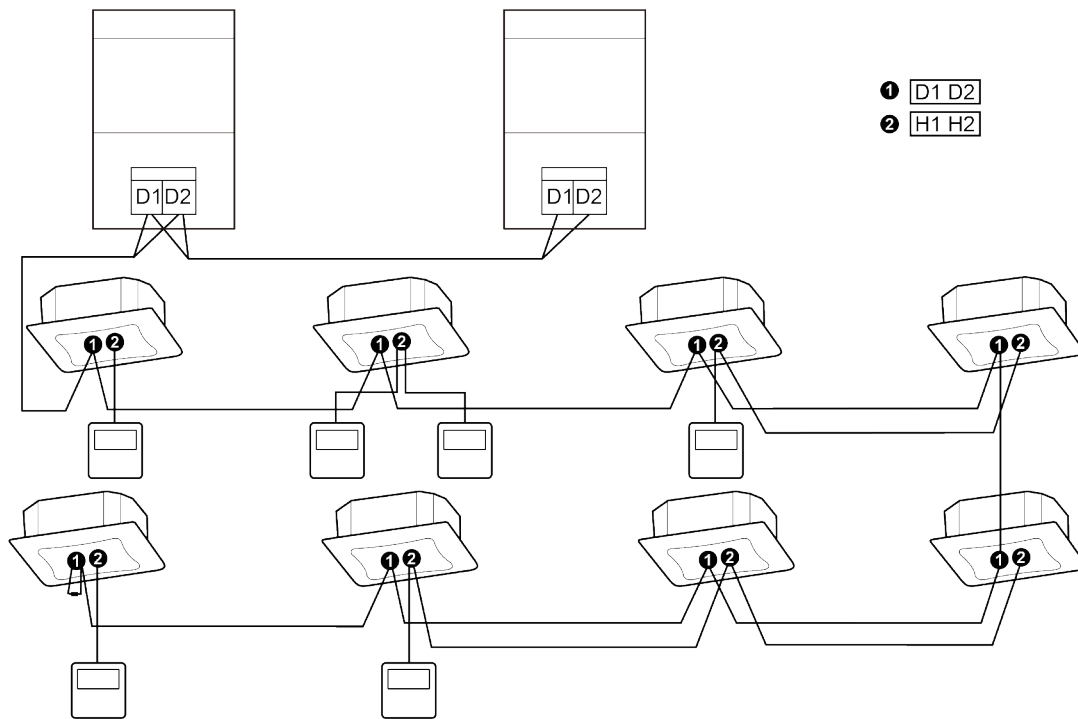

Fig.5.5
- 4 Un contrôleur filaire peut commander 16 unités intérieures au maximum en même temps (comme illustré à la Fig.5.5).